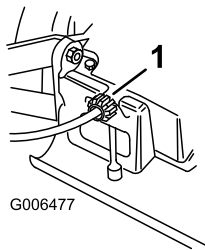

Figura 25
Si el cortacésped no avanza o si tiene tendencia a avanzar lentamente cuando la barra de control está a **más** de 3.8 cm (1-1/2 pulg.) del manillar, ajuste el mando de control de la transmisión de las ruedas, en la parte trasera de la caja de engranajes (Figura 25).
2. Gire el mando de control en el sentido de las agujas del reloj 1/2 vuelta si el cortacésped no avanza. Si el cortacésped avanza lentamente, gire el mando 1/2 vuelta en el sentido opuesto a las agujas del reloj para aflojar la correa (Figura 25).